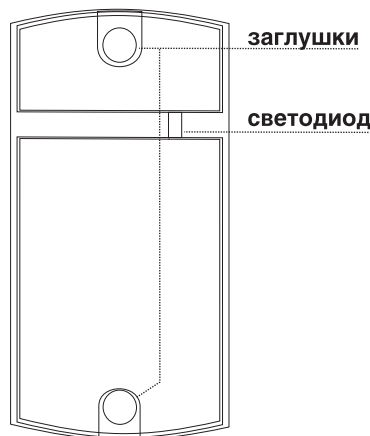

Рис. 2 Вид спереди
5. Закройте отверстия на **считывателе** заглушками из комплекта (см. рис. 2).